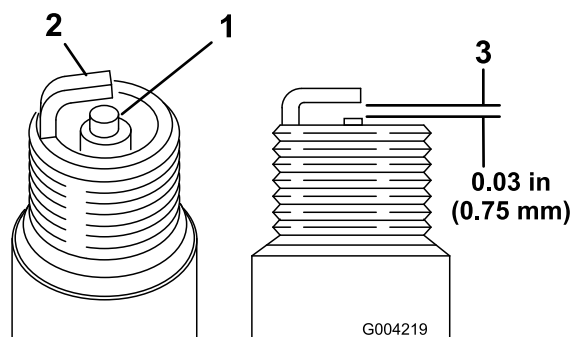

Figura 16
1. Veja a parte central de ambas as velas de ignição (Figura 16). Se verificar uma cobertura
2. Verifique a folga entre os elétrodos central e lateral (Figura 16).
3. Dobre o eletrodo lateral (Figura 16) se a folga não for a correta.